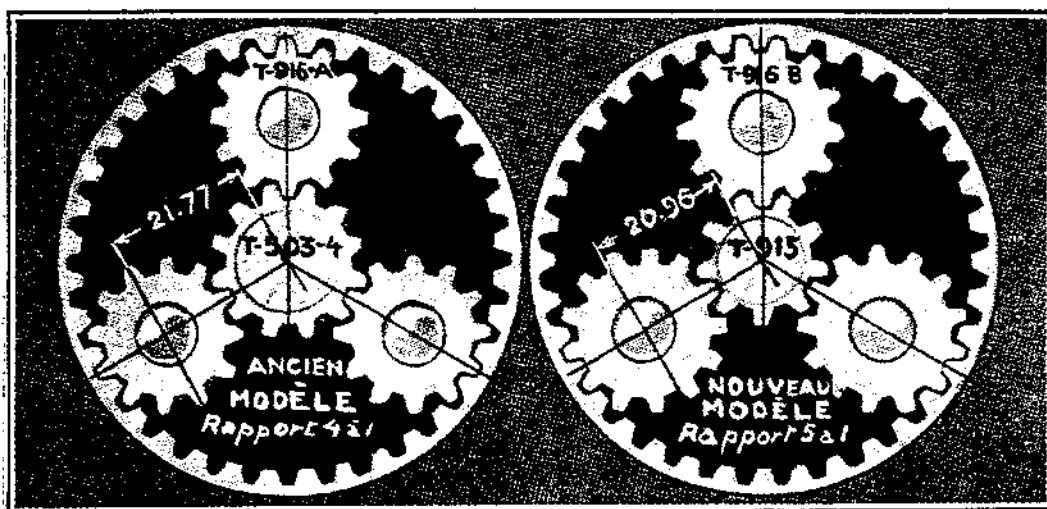

Fig. 397
**778** — La figure 397 montre les pignons anciens et nouveaux modèles convenablement assemblés.